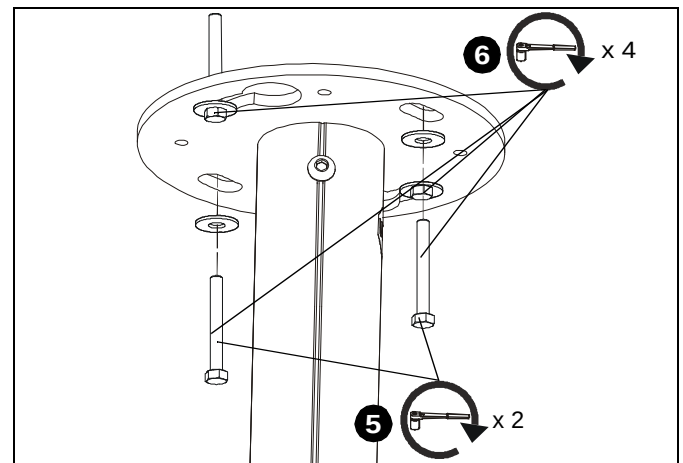

Abb. 6
5. Setzen Sie zwei (mindestens) 7,9 mm x 12,7–19 mm (5/16" x 2–3/4")-Ankerschrauben (nicht mitgeliefert) in die Löcher an der Deckenplatte und in die in die Holzbalcken-Querverstrebung gebohrten Löcher ein. (Siehe Abb. 6)
6. Ziehen Sie alle vier Ankerschrauben an, um die Platte an der Decke zu fixieren. (Siehe Abb. 6)